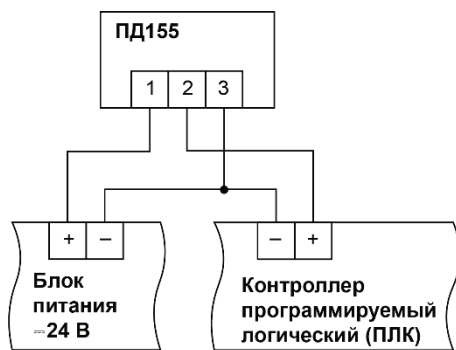

Рисунок 5.2 – Схема подключения
6. Подключить сигнальный кабель через кабельный ввод преобразователя (см. рисунок 5.2).